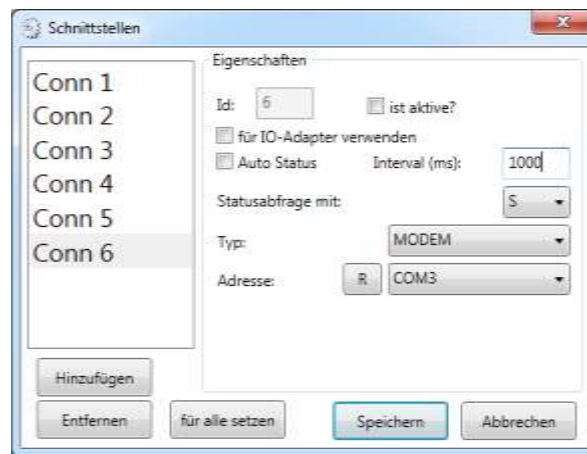

Bild 21 - Schnittstellen, Modem
- **Modem:** (siehe Bild 21 - Schnittstellen, Modem)